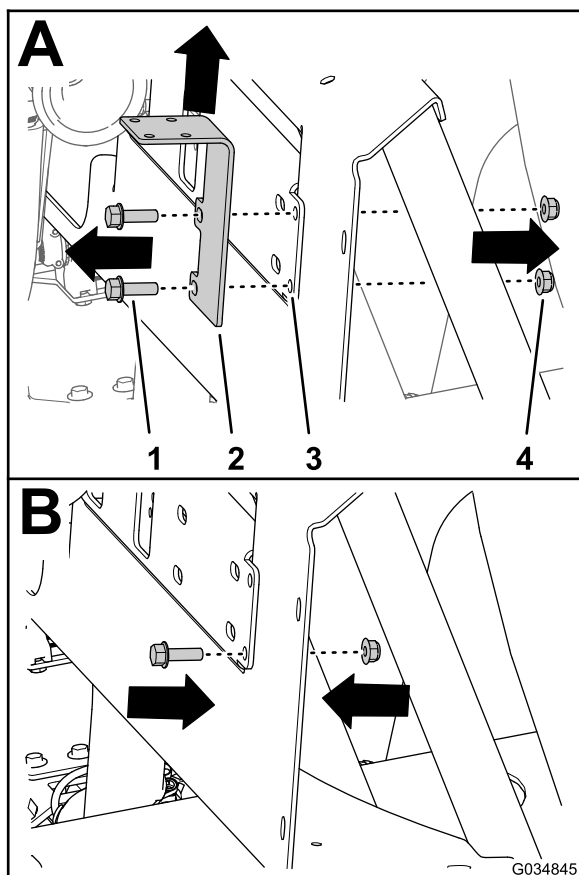

Рисунок 54
5. Снимите два болта с фланцевыми головками (5/16 x 1 дюйм) и две фланцевые контргайки (5/16 дюйма), которые крепят опорный кронштейн перепускного отсечного клапана к креплению коллектора (вид А на Рисунок 54), снимите кронштейн отсечного клапана.
6. Установите болт с фланцевой головкой (5/16 x 1 дюйм) и фланцевую контргайку (5/16 дюйма) на крепление коллектора (вид В на Рисунок 54) в нижнее отверстие для кронштейна отсечного клапана, снятого при выполнении пункта 5.